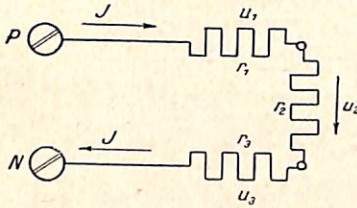

Abb. 17 (zu Aufg. 55).
55. Die drei Widerstände $r_1 = 5 \Omega$; $r_2 = 10 \Omega$; $r_3 = 15 \Omega$ sind hintereinander geschaltet. Die Netzspannung an den Anschlußklemmen P und N beträgt 110 Volt. a) Wie groß ist der Gesamtwiderstand R des Stromkreises? b) Wie groß ist die Stromstärke J ? c) Wie groß wird die Stromstärke J , wenn die Netzspannung 220; 440 Volt beträgt? (Abb. 17).